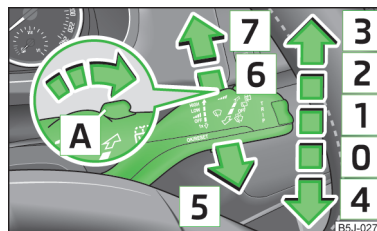

Abb. 31
- Möchte man die Frontscheibe nur kurz wischen, den Hebel in die gefederte Stellung **4** » Abb. 31 drücken.
- Den Hebel nach oben in Stellung **1** » Abb. 31 stellen.
- Den Hebel nach oben in Stellung **2** » Abb. 31 stellen.
- Den Hebel nach oben in Stellung **3** » Abb. 31 stellen.
- Den Hebel zum Lenkrad in die gefederte Stellung **[5]** » Abb. 31 ziehen, die Waschanlage und die Scheibenwischer arbeiten.
- Den Hebel vom Lenkrad weg in Stellung **[6]** » Abb. 31 drücken, der Scheibenwischer wischt alle 6 Sekunden.
- Den Hebel vom Lenkrad weg in die gefederte Stellung **[7]** » Abb. 31 drücken, der Scheibenwischer und die Waschanlage arbeiten.
- Den Hebel in die Grundstellung **[0]** » Abb. 31 zurückstellen.
Wenn das Ablend- oder Fernlicht eingeschaltet ist und der Scheibenwischerhebel in die Position **[5]** » Abb. 31 auf Seite 47 gezogen wird, werden die Scheinwerfer kurz bespritzt. Zum Reinigen der Scheinwerfer kommt es auch nach jedem fünften Besprühen der Frontscheibe.